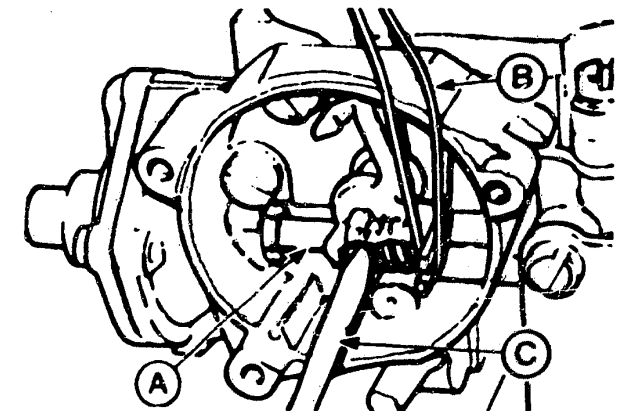

Bild 25 Messen des Starterklappen-Spaltmasses am Weber 2V-Vergaser: A Verbindungsstange - B Gummiband - C Schraubenzieher.
d) Das Spaltmass der **Chokeklappe** wird mit einem Bohrer oder einer Rundlehre gemessen (Solldurchmesser siehe Tabelle). Bei ausgebauter Bimetallfeder wird die Klappe mit einem Gummiband geschlossen und die Verbindungsstange zur Membrandose mit einem Schraubenzieher gegen den Anschlag gedrückt (Bild 25).